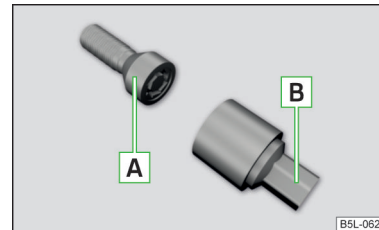

Abb. 160
Die Anti-Diebstahl-Radschrauben schützen die Räder vor einem Diebstahl. Diese lassen sich ausschließlich mit dem Aufsatzstück **B** » **Abb. 160 lösen/festziehen**.
- › Das Aufsatzstück **B** » **Abb. 160** bis zum Anschlag auf die Anti-Diebstahl-Radschraube **A** stecken.
- › Den Radschlüssel bis zum Anschlag auf die Radschraube stecken. Für die Anti-Diebstahl-Radschrauben das zugehörige Aufsatzstück verwenden » Abb. 160 auf Seite 145.